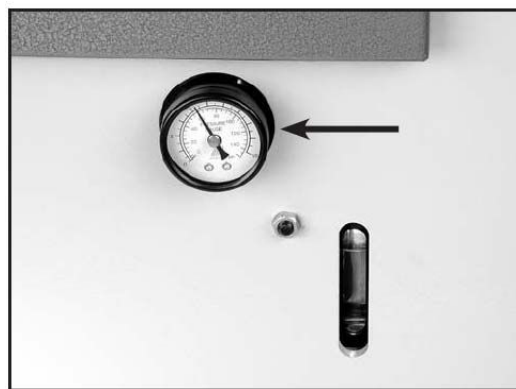

Рис. 17. Манометр давления, расположенный на внешней стороне станины станка.
5. Потяните на себя ручку управления давлением, чтобы разблокировать ее. Поворотом ручки доведите величину давления до 4,2 кг/см² - см. рис. 17, а затем вновь нажатием на ручку утопите ее и тем самым заблокируйте.